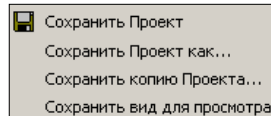

Рис. 3.17
- Сохранить данные предварительно выбранного проекта можно командами контекстного меню (рис. 3.17) в окне **Проекты**.